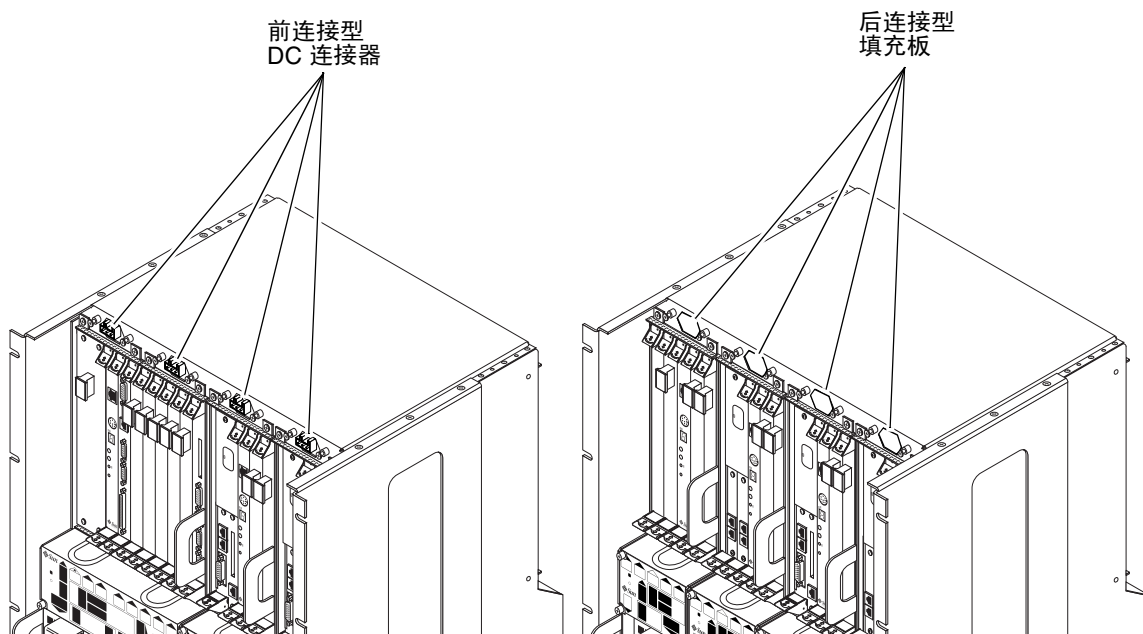

图 1-18 前连接型和后连接型
- 如果在机箱的前部能看到 DC 连接器，那么此服务器就是前连接型（图 1-18）。
- 如果在机箱的前部看不到 DC 连接器，且用金属填充板填充了通常情况下安放 DC 连接器的缝隙，那么此服务器就是后连接型（图 1-18）。对于后连接型，DC 连接器位于机箱后部。